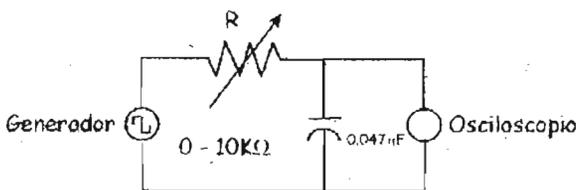

Figura 3.26
- e) Alambre el circuito de la figura 3.26